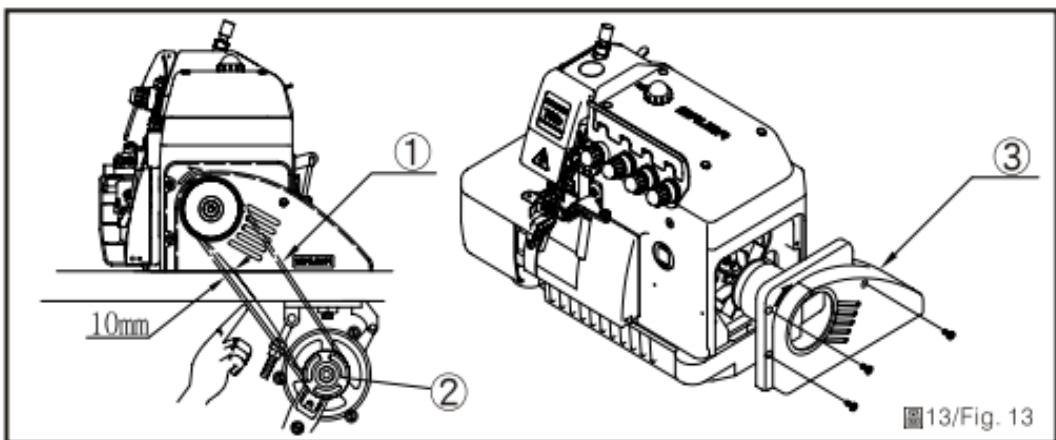

图13/Fig. 13
4. При установлении машины, убедитесь, что двигатель вращается в правильном направлении по часовой стрелке. Самое оптимально енатжение ремня – когда при нажатии на него ремень оттягивается на расстояние 10мм. Пожалуйста обратите внимание на рисунок 13 и таблицу ниже с информацией двигателя шкифа и скорости шитья.
2. Слив и доливание масла: (Рис. 13)